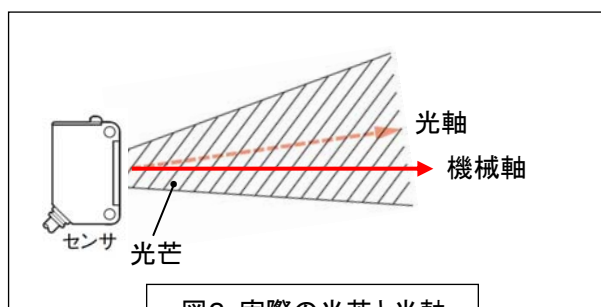

図2: 実際の光芒と光軸
- ・しかし、実際のビームセンサ(ファイバセンサ、レーザセンサを含む)では、いずれかの方向に光軸が傾いており、その方向・傾き角度には商品個々のバラつきがあり、一様ではありません。また、光軸の傾き方向や傾き角度の度合いは、一般的には仕様で規定されていません。(図2)